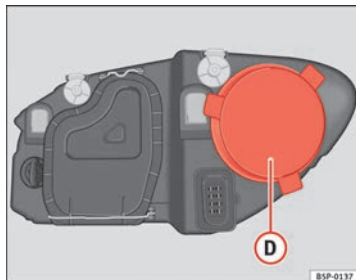

Fig. 184 Luz de población
- Retire la tapa ⇒ fig. 184 **D** tirando de la misma.